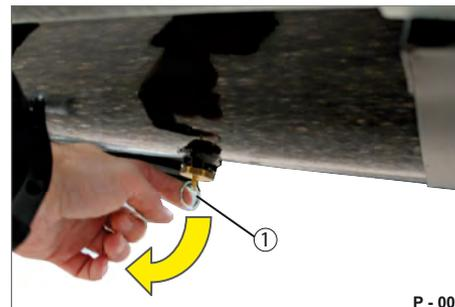

Abb. 14 Druckluftbehälter
- ▶ Ziehen Sie am Betätigungsstift (Abb. 14/1) oder drücken Sie ihn zur Seite.
- ▶ Lassen Sie den Betätigungsstift (Abb. 14/1) los, wenn kein Kondenswasser mehr austritt.